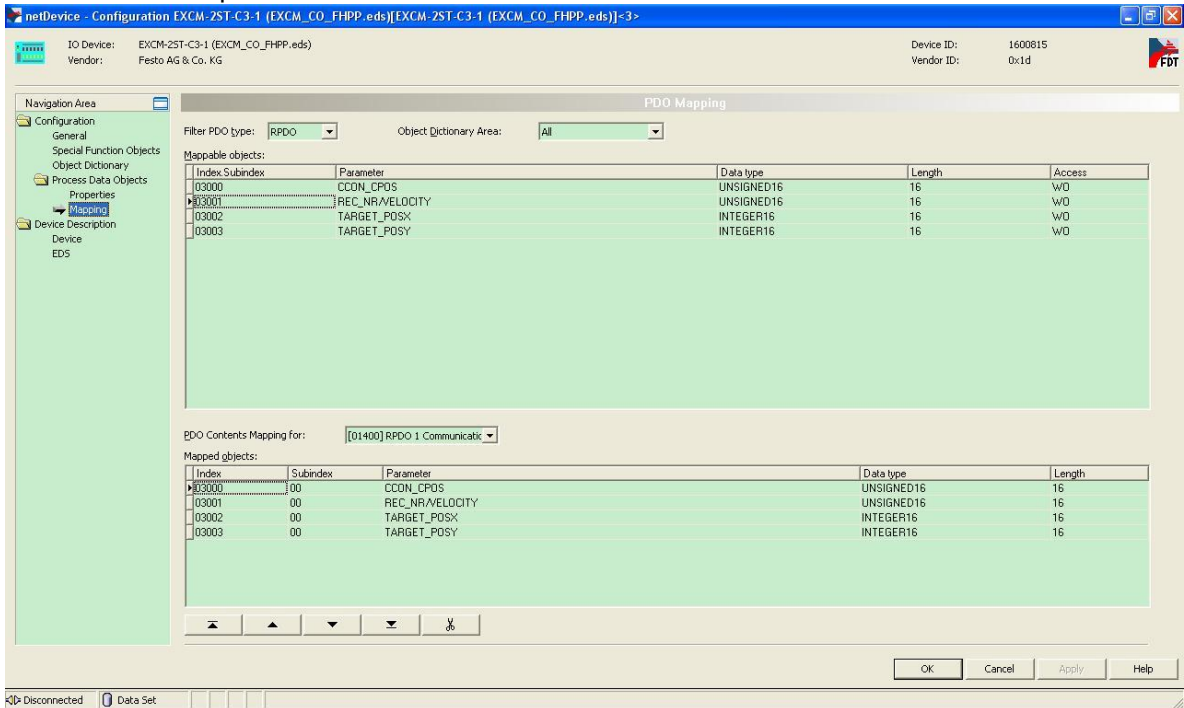

图 16
(16) 双击 CANopen 从站图标，设置 PDO 参数，在本例中，使用默认设置，如图 16 所示。